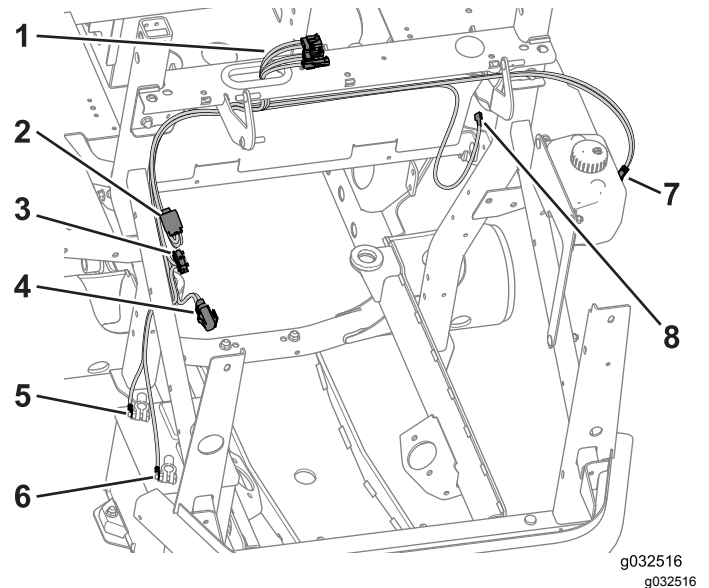

Bild 39
1. Verlegen Sie die drei Kabinenanschlüsse durch die Scheibe (**Bild 39**).
2. Verlegen Sie das Hilfsstromkabel über der Rahmenstütze und nach unten entlang des Überrollschutzrohrs zu den Bedienelementen (**Bild 39**).
3. Verlegen Sie das Scheibenwaschanlagenkabel über der Rahmenstütze und nach unten entlang des Überrollschutzrohrs zur Scheibenwaschanlagenflasche (**Bild 39**).